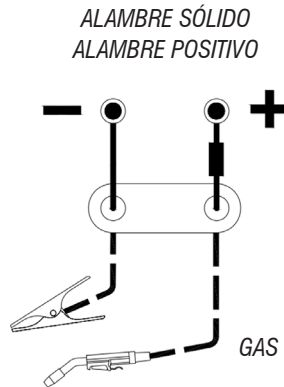

Fig. 8 – Soldadura con gas
- Abra la tapa lateral de la máquina de soldadura, Fig. 8;